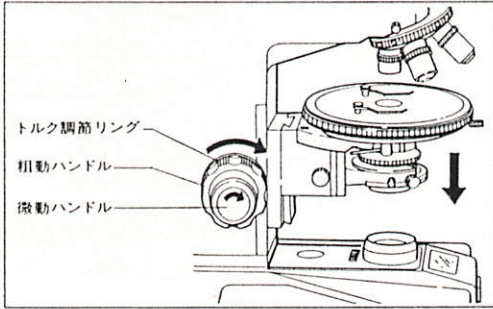

図 17
- ハンドルの回転方向とステージの上下動方向は図17の矢印の通りです。